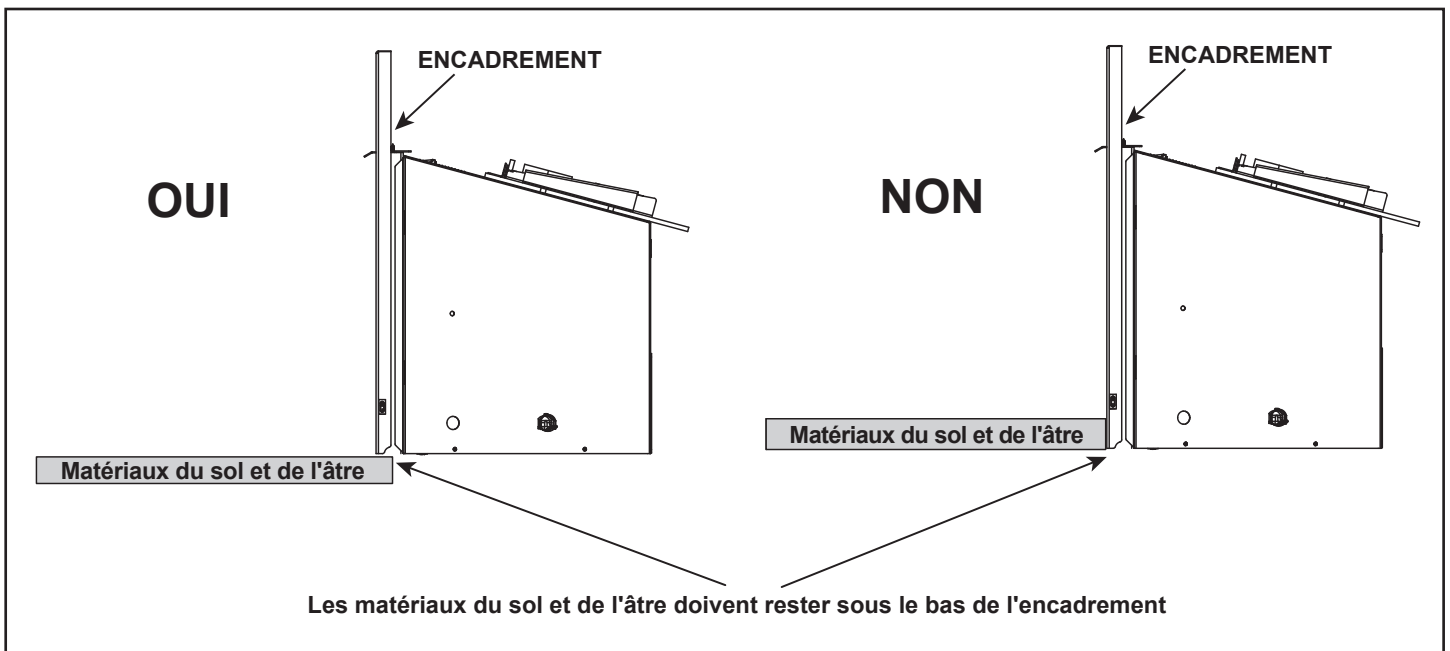

Figure 8.5 Matériaux du sol et de l'âtre
- Tous les matériaux du sol et de l'âtre doivent rester sous la partie inférieure de l'encadrement. Voir la figure 8.5.